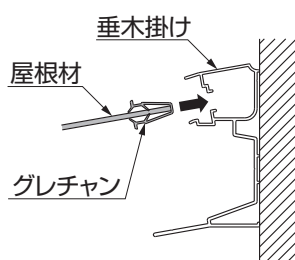

図9-3 B部詳細図
- ② 屋根材にグレチャンを取付け、垂木掛けの溝に差込んでください。（図9-3参照）